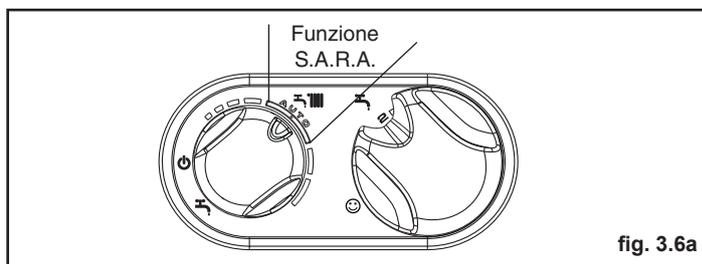

fig. 3.6a
### Funzione Sistema Automatico Regolazione Ambiente (S.A.R.A.) fig. 3.6a
- Lampeggiante veloce (frequenza 0,1 sec. acceso 0,1 sec. spento durata 0,5) ingresso/uscita funzione S.A.R.A. (Sistema Automatico Regolazione Ambiente) - fig. 3.6a.